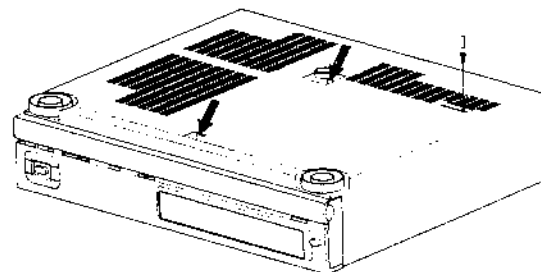

FIG. 2-3
- Schrauben I1 und I2 (siehe Fig. 2-3) lösen.
- Die Bodenplatte ist mittels zweier Einschnappkonstruktionen (siehe Fig. 2-3) am Gehäuse verriegelt. Durch Entriegeln dieser Einschnappkonstruktionen lässt sich die Bodenplatte dem Gerät entnehmen.